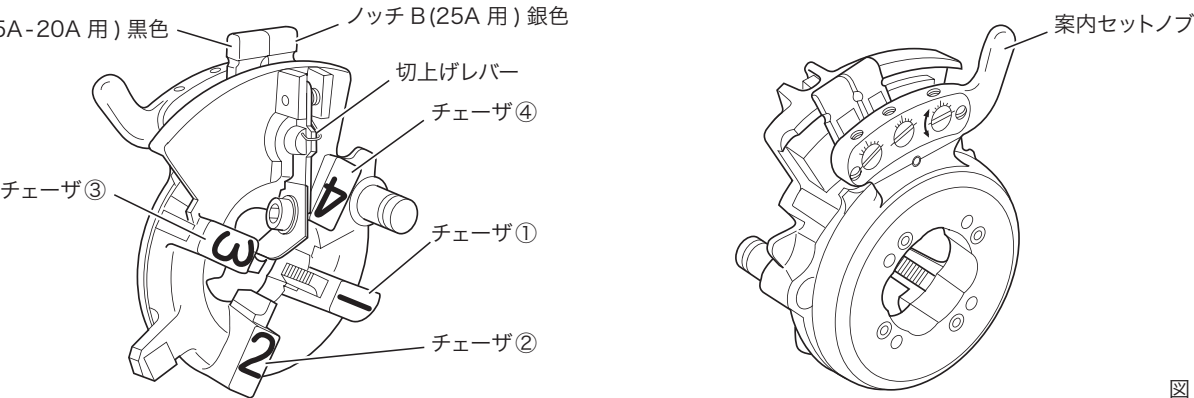

図 6
- ①ダイヘッドをオープン（切上レバーがブロック溝から外れ、チェーザが開いた状態）にしてください。
- ②位置決めノッチを位置決めピンから外し案内セットノブを図 6 の矢印の方向へいっぱい引くと、3 番、4 番のチェーザが取り外せます。
- ③ダイヘッドを起こすと 1 番と 2 番のチェーザが取り外せます。